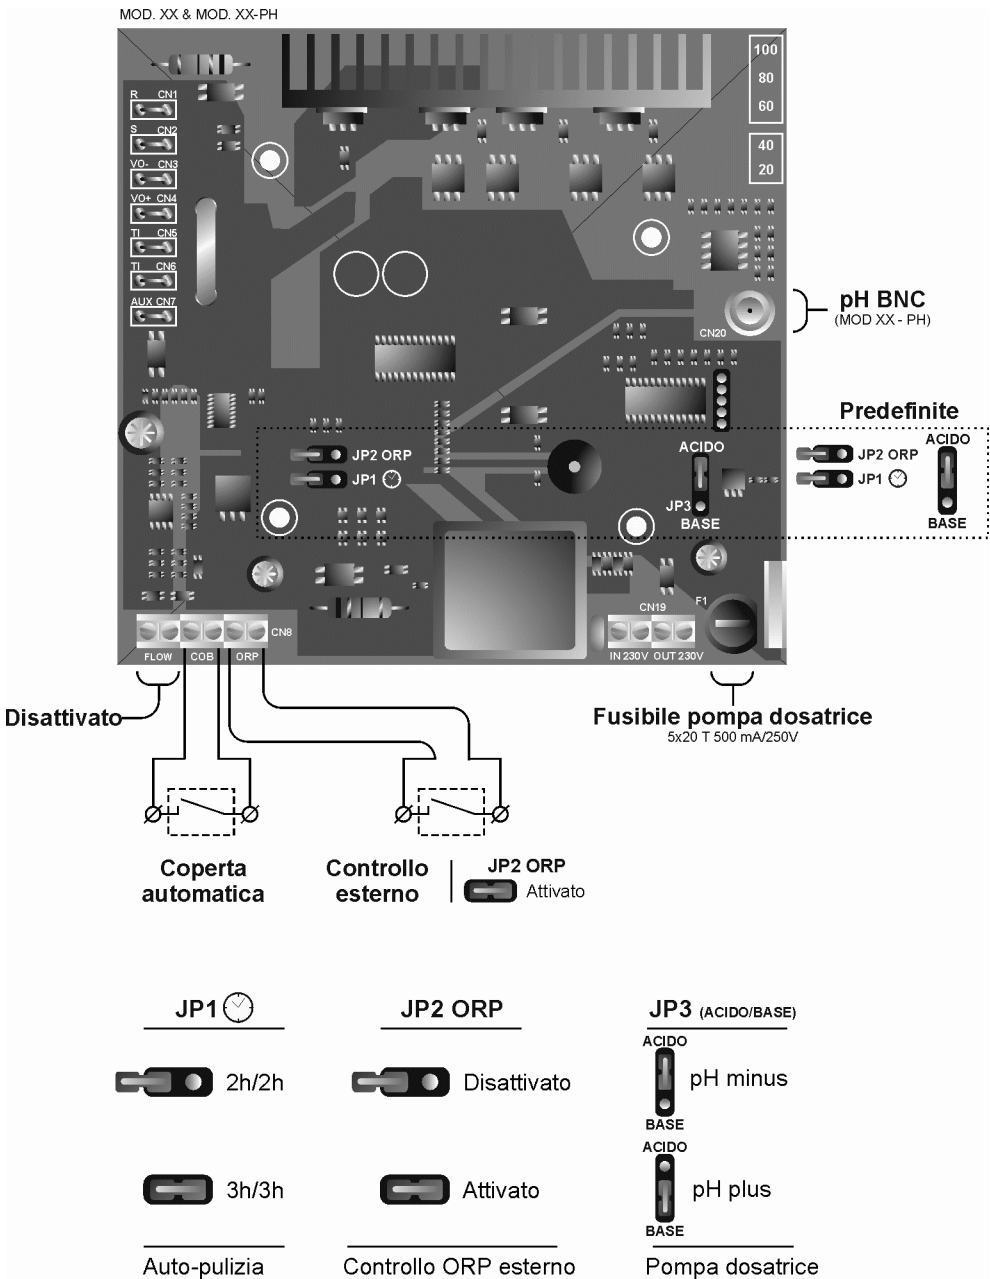

Fig. 16
- **Sistema di AUTOPULIZIA DEGLI ELETTRODI:** gli indicatori [5] mostrano lo stato di polarizzazione degli elettrodi (diretta/inversa). La frequenza d'inversione può essere selezionata mediante il jumper "JP1" situato nella scheda di controllo del sistema (Fig. 16). Questa configurazione diventerà effettiva quando il sistema si stacchi e torni a collegare.